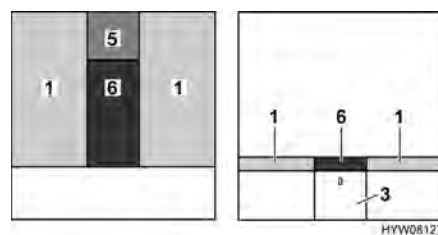

Fig. 80 Después de la transformación
- Colocar el cojín adicional (Fig. 80,5) sobre el armario de noche.
- Colocar el cojín adicional (Fig. 80,6) entre los colchones (Fig. 80,1).